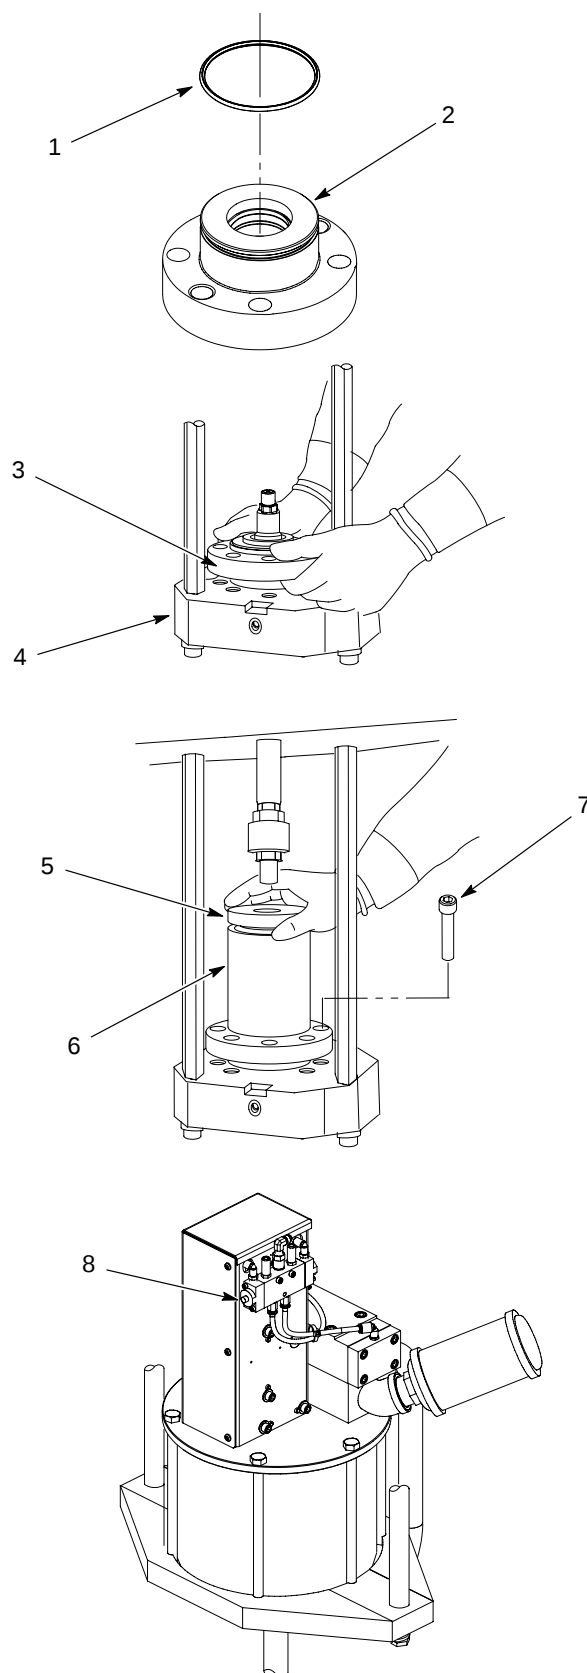

Figura 3 Montația presetupeii
OPRIT	NOTĂ: Unii lubrifianți pentru inele de etanșare pot reacționa cu materialul de dozat. Adresați-vă reprezentantului Nordson Corporation pentru a stabili lubrifianțul pentru inele de etanșare corect. 1. A se vedea Figura 3. Asigurați-vă că inelul de etanșare al presetupeii (1) și alezajul presetupeii (2) sunt lubrifiate cu lubrifianț pentru inele de etanșare. 2. Montați presetupa (3) în corpul pompei (4). 3. Montați cupa camerei de solvent (6) în presetupă. 4. Așezați instrumentul pentru introducerea presetupeii (5) în partea superioară a cupei camerei de solvent (6).